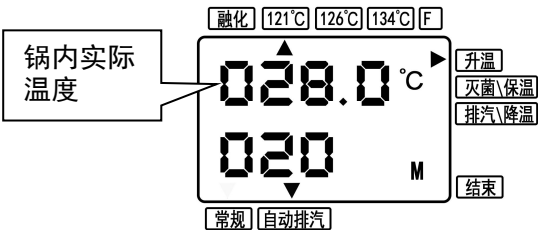

图 18
- (1) 闭合上盖，将门开关手柄完全扳至 位置，按下“启动”键，灭菌周期启动，开始加热，控制面板显示灭菌室内温度和灭菌时间（图 18），状态处于“升温”状态。